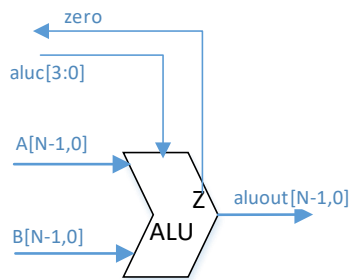

图 1.1
图 1.1 给出了具有两个  $N$  位输入和一个  $N$  位输出的算术逻辑单元的电路符号。算术逻辑单元接收说明执行哪个功能的控制信号  $aluc$ ，执行对应功能后输出  $N$  位结果  $aluout$ ，和一个1bit标志位 $zero$ 。 $aluout=0$  时  $zero =1$ ，否则  $zero = 0$ 。
1. 根据 ALU 原理图(图 1.1)，使用 Verilog 语言定义 ALU 模块，其中输入输出端口参考实验原理，运算指令码长度为[3:0]。